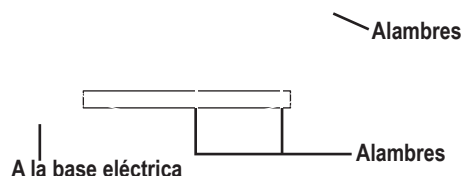

Figura 7. Disposición del regulador en un asiento contorneado
4. Instale el regulador y disponga el cable hacia la parte posterior de la base eléctrica. **Ver figura 7.**
6. Sujete el cable del mando al armazón del reposabrazos con uno o más alambres. **Ver figura 7.**